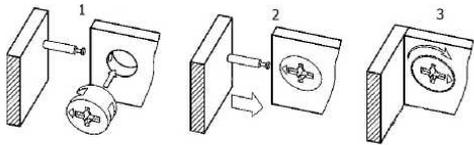

Рис. 4 - Соединение эксцентриковой стяжкой
- Соедините щиты жесткости (6) с перегородкой (9) завернув эксцентрики (Рис.4).
- К нижнему щиту (2), щитам жесткости (6) присоедините боковые стенки (3,4) на шканты, завернув эксцентрики (Рис.4).